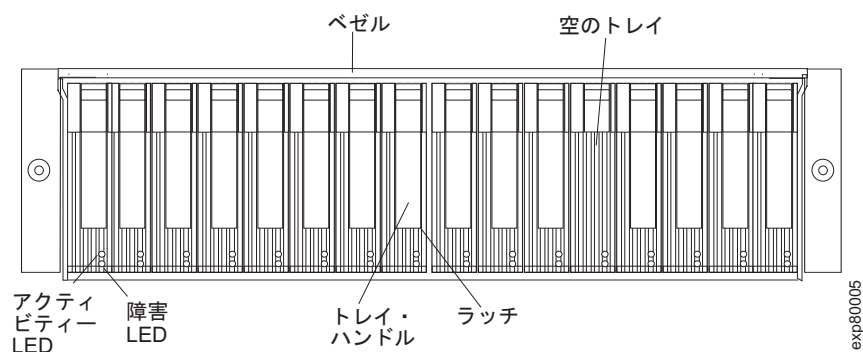

図 34. ホット・スワップ E-DDM LED
2. 84 ページの図 34 に示される障害 LED を確認します。いずれかのこれはく色の LED が点灯している場合は、109 ページの『問題の解決』を参照してください。